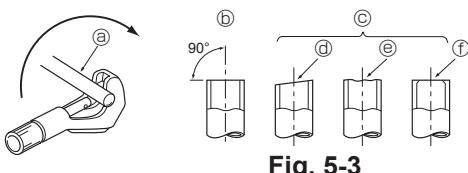

Fig. 5-3
5.2.1. Tăierea țevilor (Fig. 5-3)